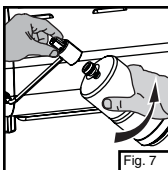

Fig. 7
- Vissez la bouteille de propane au régulateur en serrant à la main. (Fig. 7)